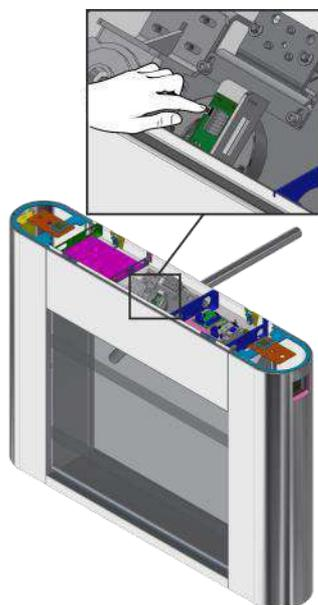
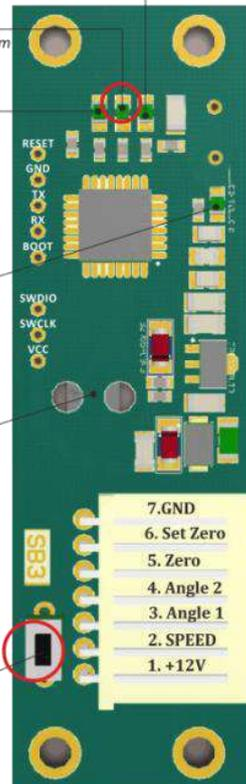

Рис. 19 – Установка нулевого положения поводка
Рис. 20 – Плата магнитного датчика PCB 730.01
1. На плате магнитного датчика (Рис.20) нажать и удерживать кнопку (Рис.19) установки нулевого положения (необходимо следить, чтобы усилие нажатия на кнопку не прогибало плату);
4. После отпускания кнопки на плате магнитного датчика должен загореться светодиод индикации нулевого положения (Рис.20);